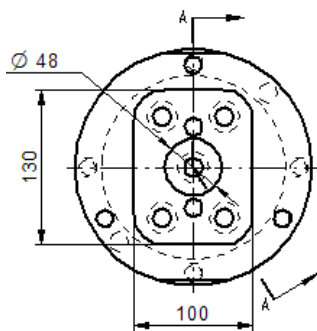
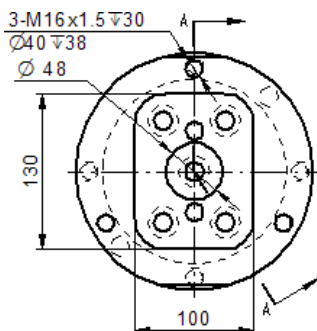

图 10.2.25 标注主视图尺寸 1
图 10.2.26 标注主视图尺寸 2
(1) 单击**主页**选项卡**尺寸**区域中的命令，标注主视图的尺寸如图 10.2.25 所示。
(2) 单击“智能尺寸”命令条中的“尺寸类型”按钮 , 在弹出的下拉菜单中选择  空白选项, 然后单击“前缀”按钮 , 单击  下面的文本框, 输入“3-M16x1.5”, 单击  按钮, 在此输入“30”; 然后单击  下面的文本框, 依次单击  按钮, 输入“40”, 单击  按钮, 输入“38”, 然后单击  按钮。
(3) 然后选择螺纹圆的边线, 确认  按钮处于按下状态, 标注图 10.2.26 所示的尺寸。